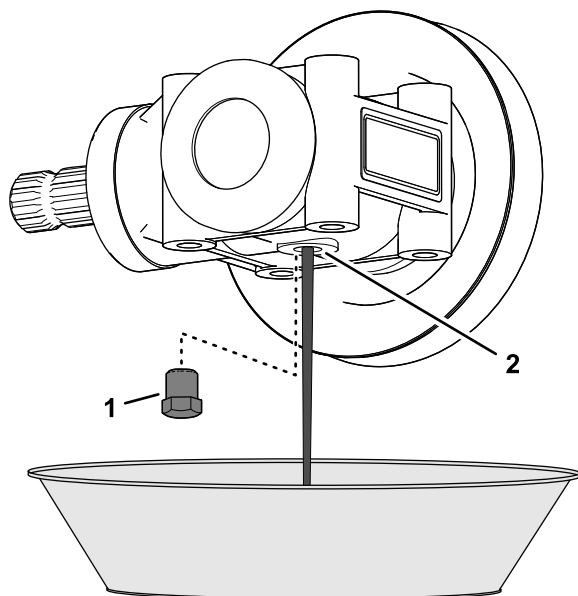

Рисунок 119
1. Выверните пробку из отверстия картера редуктора деки газонокосилки (Рисунок 119).
2. Установите редуктор над сливным поддоном и полностью слейте масло из редуктора (Рисунок 119).